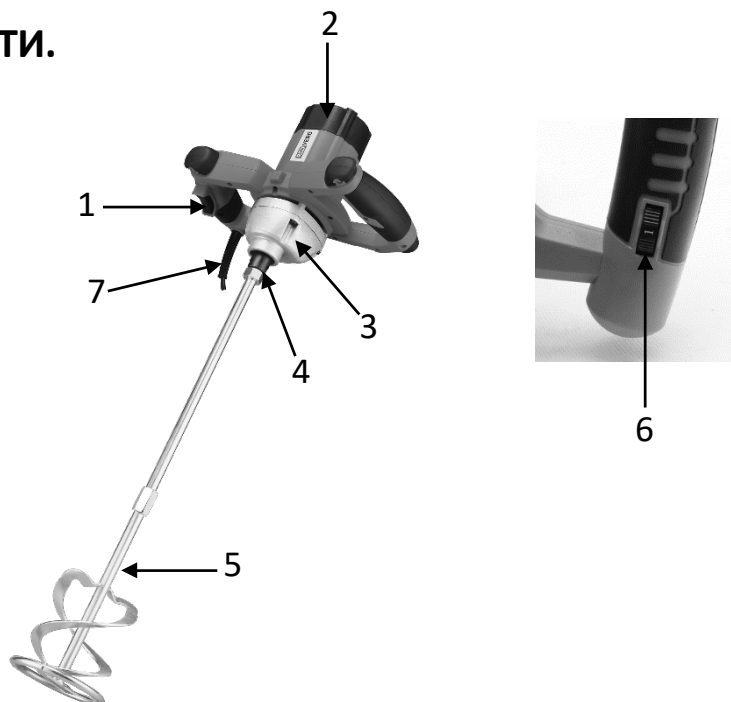

Рис. 1
2. Используя один гаечный ключ для фиксации соединительного патрона M14 (4); вторым ключом плотно прикрутите штангу насадки (5)(См. Рис.1) к соединительному патрону.
Чтобы включить миксер нажмите на клавишу выключателя (1)(См. Рис.1). Чем сильнее давить на клавишу, тем больше будет частота вращения.
Для выключения миксера отпустите клавишу выключателя (1)(См. Рис.1).
Кнопка фиксации пуска позволяет поддерживать максимальную частоту вращения патрона без необходимости постоянного нажатия на клавишу выключателя (1)(См. Рис.1) Для непрерывного режима работы миксера, при нажатой клавише выключателя нажмите кнопку фиксации пуска, расположенную сбоку от выключателя. Чтобы выключить миксер, работающий в непрерывном режиме, достаточно еще раз нажать на клавишу выключателя (1)(См. Рис.1).